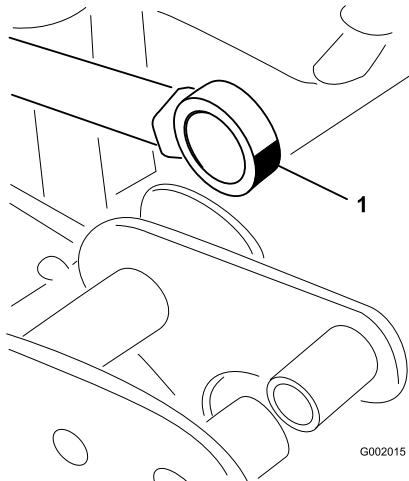

Figura 46
5. Manipule el extremo del cojinete del émbolo del actuador y aplique grasa al cojinete (Figura 46). Limpie cualquier exceso de grasa.